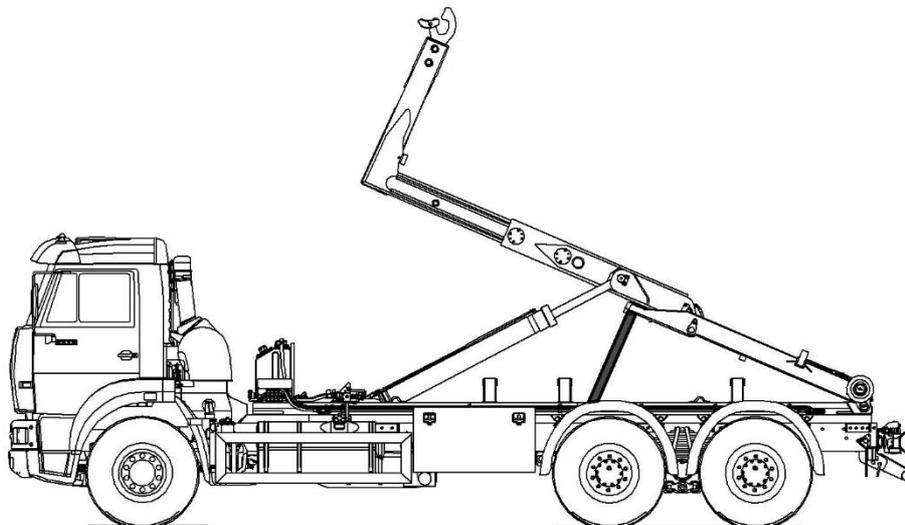

Рисунок 3.2 – Устройство поддерживается в положении опрокидывания
3.2.10 Если работа выполняется под задней рамой, устройство следует поднять в положение опрокидывания и установить пригодные опоры под заднюю раму (рисунок 3.2). Не забудьте после работы убрать опоры.